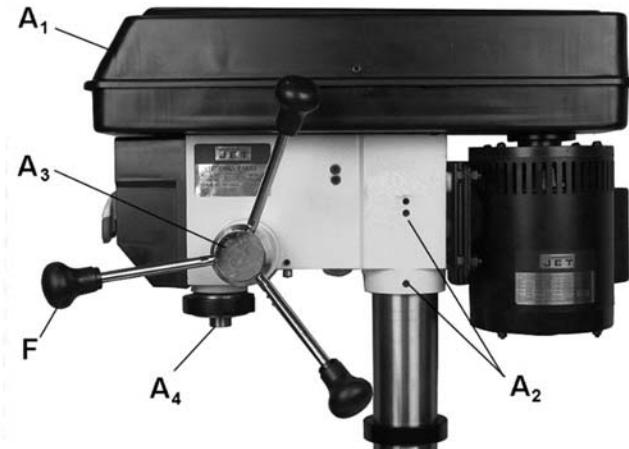

Рис. 7
1. Воспользовавшись помощью, осторожно наденьте сверлильную бабку на колонну (Рис. 7).
3. Плотно затяните два установочных винта (A2, Рис. 7) с помощью 5 мм гаечного ключа.
См. Рис. 7 и 8:
Установите оставшуюся рукоятку (F, Рис. 7) на регулятор частоты вращения с противоположной стороны сверлильной бабки.
1. Отрегулируйте положение стола так, чтобы он располагался примерно на 180 мм ниже шпинделя (A4, Рис. 7) и зафиксируйте его.